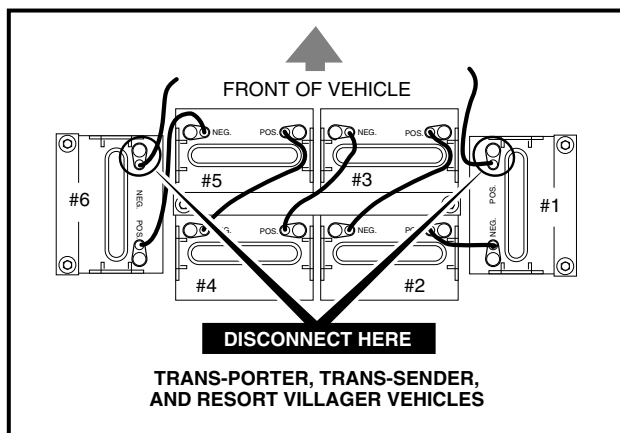

FIGURE 1
- TO AVOID UNINTENTIONALLY STARTING THE VEHICLE, DISCONNECT THE BATTERIES AS SHOWN (SEE FIGURES 1 AND 2) AND DISCHARGE THE CONTROLLER AS FOLLOWS: